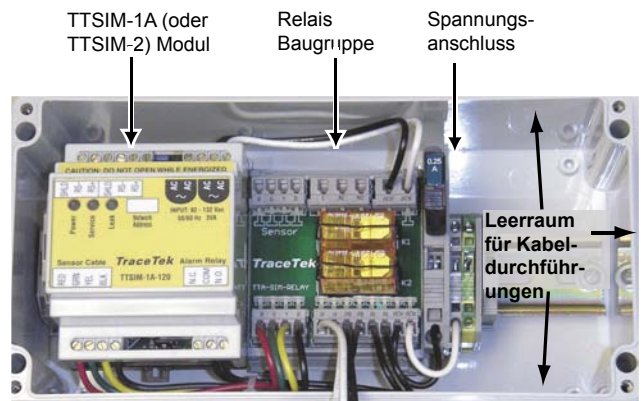

Abbildung 2. Leerraum für Kabeldurchführung
- Legen Sie die Kabeldurchführungen fest und bohren die dafür notwendigen Löcher. Die Einführungen sollten im vorgesehenen Leerraum auf der rechten Seite vorgesehen werden (siehe Abb. 2). Für eine typische Installation benötigen Sie nachfolgende Einführungen: